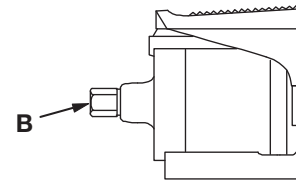

Figura 5
1. Vea la Figura 5. Conecte una fuente de aire con una capacidad (mínima) de 15,3 m³/h [9 pies³/min] al conector giratorio (B) de 1/4 pulg NPTF de entrada de aire en la bomba. Utilice únicamente adaptadores de manguera o de desconexión rápida de 1/4 pulg. No se recomienda el uso de adaptadores de tamaño o peso mayor. Utilice un sellador de roscas de tubería de buena calidad para sellar la conexión.